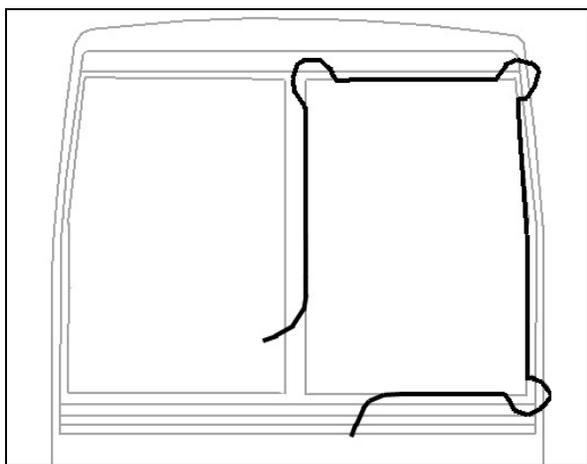

FIGURE 19 : INSTALLATION DU PARE-BRISE À L'AIDE D'UNE CORDE
- Insérer une corde dans la pièce extrudée en laissant assez de longueur à chaque extrémité pour faire une boucle. Vaporiser de l'eau savonneuse sur la corde et la pièce extrudée en caoutchouc (Figure 19).